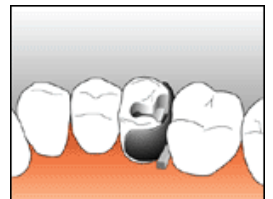

図 2
4. 鼓形空隙に歯科用マトリックスウェッジを挿入する。（図2）